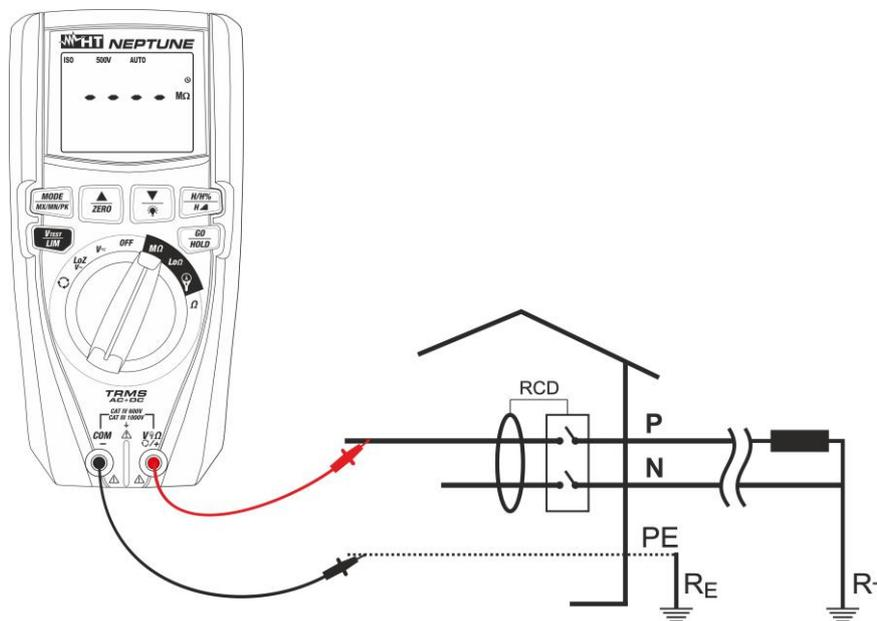

Fig. 15: Uso dello strumento per misura resistenza di isolamento in modo AUTO
7. Inserire il conduttore rosso nel terminale di ingresso **V $\Omega$ +/+** e il conduttore nero nel terminale di ingresso **COM/-** ed eventuali terminali a coccodrillo e collegare lo strumento all'impianto in esame (vedere Fig. 15)